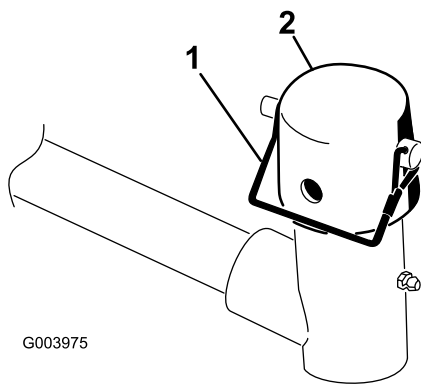

Figure 7
7. Retirez la goupille élastique et le capuchon de la chape de pivot du bras de relevage (Figure 7).
11. Fixez le capuchon et l'arbre du bâti porteur à la chape du bras de relevage avec la goupille élastique. Utilisez la fente si un plateau de coupe directionnel est recherché ou utilisez le trou si le plateau de coupe doit rester fixe (Figure 7).